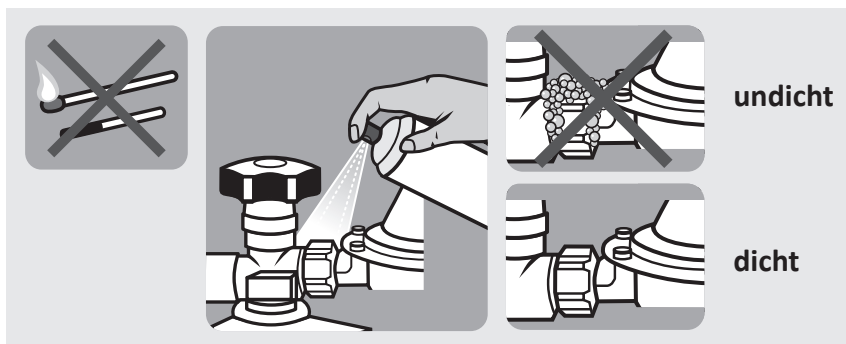

Abb.2: Dichtheitsprüfung
**Alternativ:** Tragen Sie den Schaum mit einem Schwamm oder Pinsel auf. Achten Sie darauf, dass sämtliche Verbindungen vom Gashahn bis zum Gasventil am Gerät mit Schaum bedeckt sind. Dort wo sich Blasen bilden liegt eine Undichtheit vor (siehe Abb. 2).